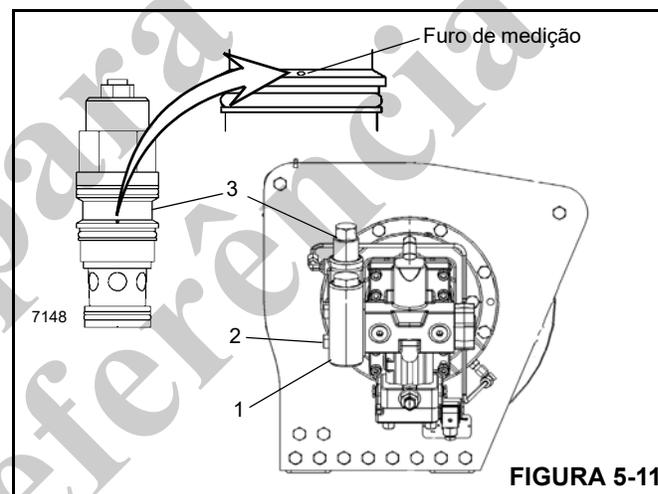

FIGURA 5-11
1. Remova a mangueira e o bloco de compensação (1) do conjunto do motor (Figura 5-11).
2. Para remover o bloco de compensação (1), solte e remova os quatro parafusos com cabeça (2).
3. Remova a válvula de compensação (3) do bloco de compensação (1) e inspeccione o furo de medição pequeno, localizado na lateral da válvula de cartucho, para verificar se ele não está obstruído. Inspeccione os anéis de vedação para verificar se eles não estão cortados nem achatados.